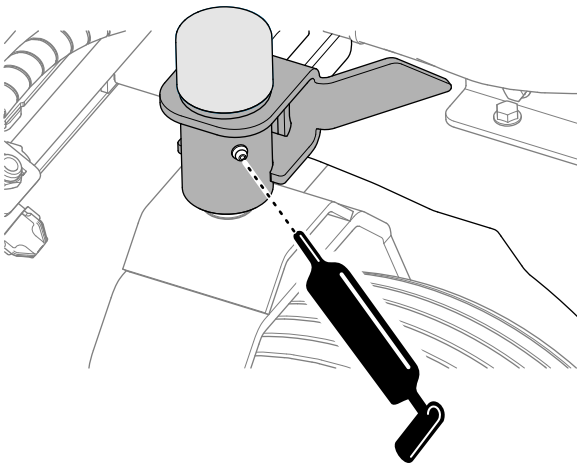

Figura 64
2. Limpie los engrasadores de la rueda giratoria con un trapo (Figura 64).
3. Conecte una pistola de engrasar a los engrasadores (Figura 64).